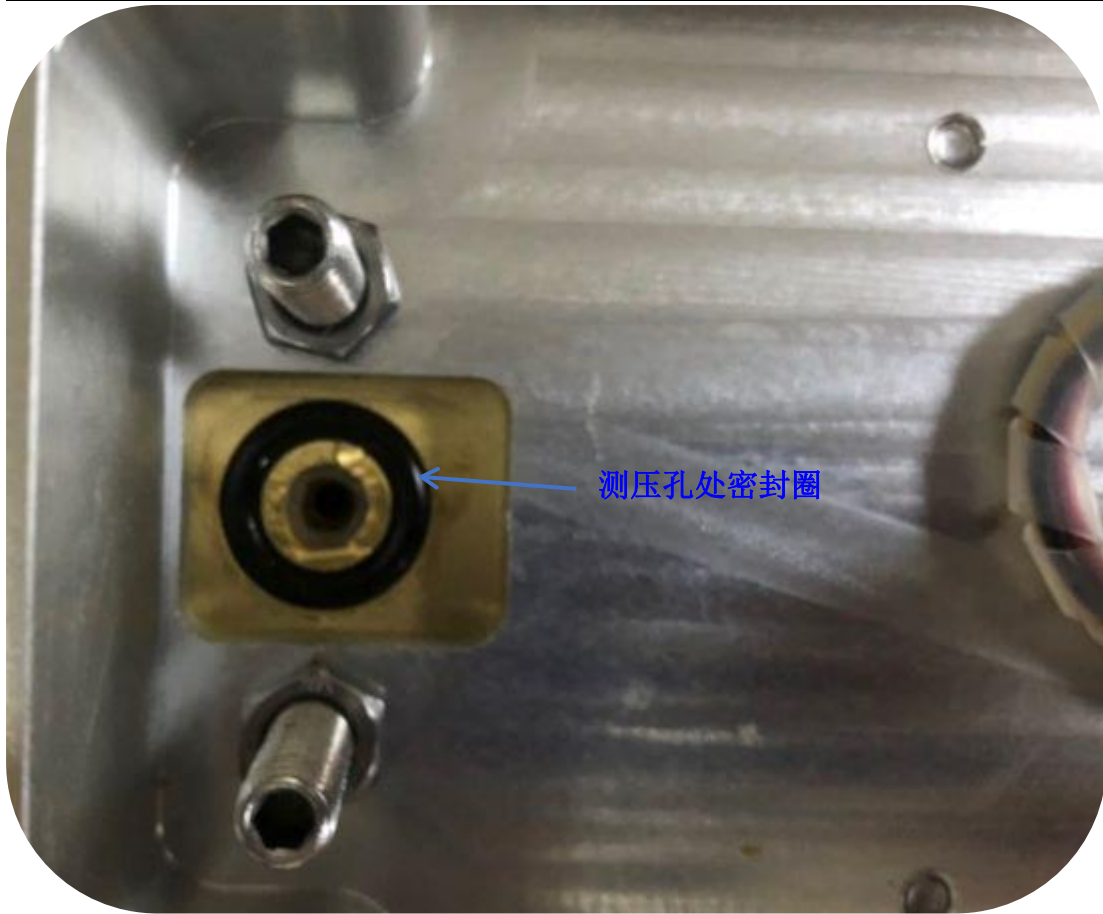

图 5 更换测压孔处 O 型密封圈
5.检查测压孔处 O 型密封圈：若密封圈完好则不用更换；若破损则取大小为 10.77\*2.62mm 的密封圈进行更换，更换前必须在密封圈表面均匀涂上道康宁 DC4 硅脂，密封圈更换完成如图 5 所示：